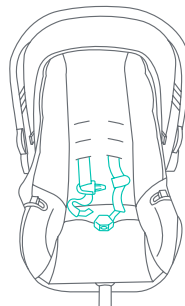

Fig. 36-1
3. Coloque la Silla de Seguridad sobre una superficie firme y nivelada. Mueva el asa de transporte a la posición de no balanceo. Afloje las Correas del arnés tirando de las correas mientras presiona el Botón de ajuste del arnés ubicado debajo de la almohadilla justo en frente de la hebilla. Desabroche el Gancho para el pecho del arnés. Desabroche las Correas del arnés y colóquelas sobre el respaldo de la silla o a los lados de la Silla de Seguridad (Fig. 36-1).